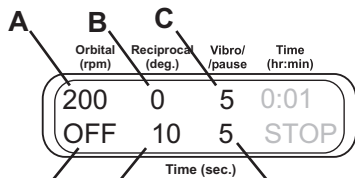

Рис. 10
5.8.4. Вибродвижение + Пауза (рис. 10 и 11). Выключите таймер вращения (D) – индикация OFF. Установите угол поворота для режима возвратно-поступательного движения (B) на ноль и время – продолжительность паузы (E) (1–250 с). Для вибродвижения – угол поворота (C) (1–5°) и время (F) (1–5 с).